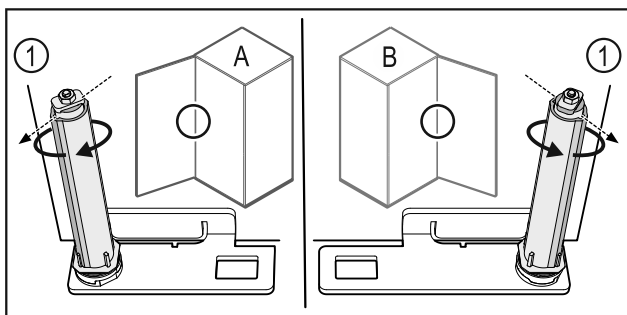

Fig. 61 左门挡(A) / 右门挡(B)
- 克服阻力转动关门系统，直至关门系统 Fig. 61 (1) 的连接片朝外。